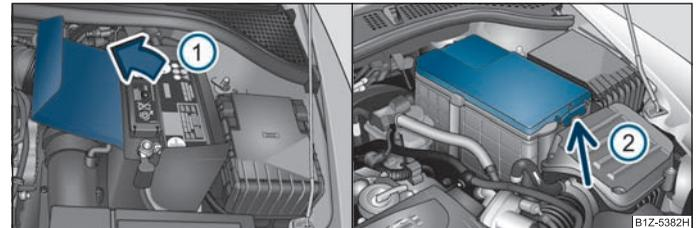

Fig. 166 Compartiment moteur: Cache en polyester de la batterie du véhicule / Cache en plastique de la batterie du véhicule
⇒ page 209, fig. 166 -à gauche ou dans un cache en plastique* ⇒ page 209, fig. 166 - à droite.
- Ouvrez le cache de la batterie dans le sens de la flèche ① ⇒ page 209, fig. 166 ou poussez le verrouillage ② sur le côté du cache de la batterie, relevez le cache et enlevez-le.
⇒ page 209, fig. 166 - à gauche, est inséré entre la batterie et la paroi latérale du cache de la batterie.